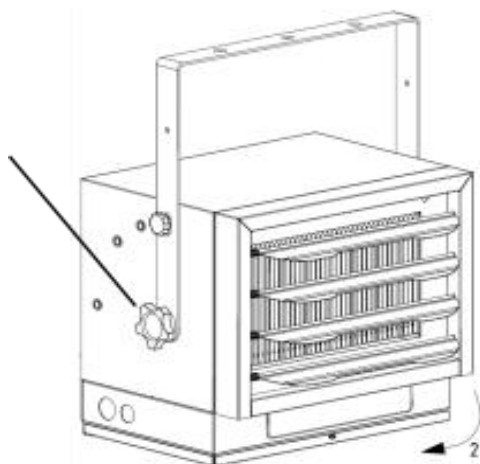

Figura 5
6. Se il riscaldatore deve essere inclinato, deve essere posizionato nelle fessure a forma di serratura (vedere Figura 5).
8. Per inclinare l'unità verticalmente, allentare le viti della staffa (vedere Figura 5).